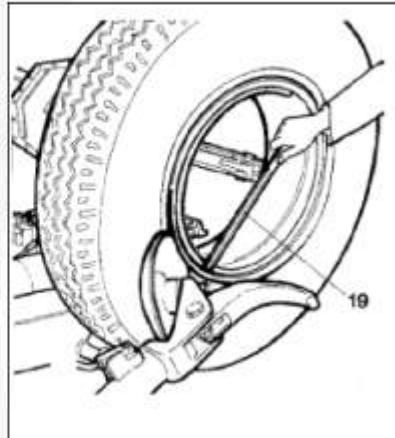

Рисунок 30
6) Повторите процедуру, но на этот раз устанавливайте диск к разъемному кольцу (см. рис.30), чтобы освободить статорное кольцо. Снимите его при помощи специального рычага 19 (рис.30) или ролика.
5) Повторите данную процедуру, но на этот раз перемещайте диск вдоль разъемного кольца (см. рис.30), пока не освободится статорное кольцо. Это кольцо можно снять при помощи специального рычага 19 (рис.30) или отжимного диска.